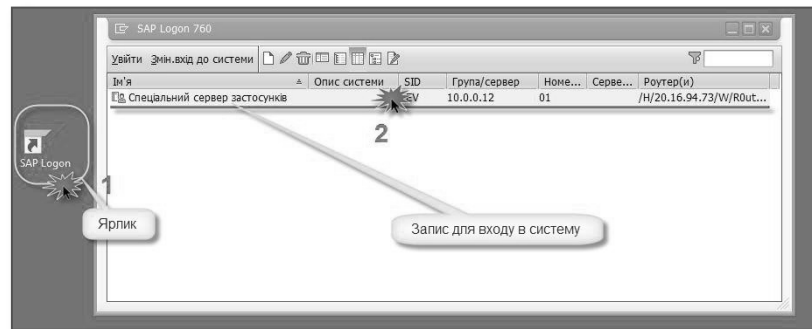

Рис. 1.1
1. Запустити програму, натиснувши на ярлик (1) .
2. У відкритому вікні обрати систему та відкрити вікно входу (2) (Рис. 1.1).